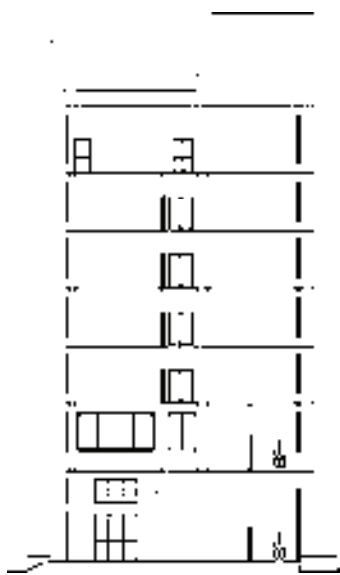

图 15-183 绘制双线楼板
15) 画双线楼板。调用“双线楼板”命令，绘制宽度为 120mm 的楼板，如图 15-183 所示。